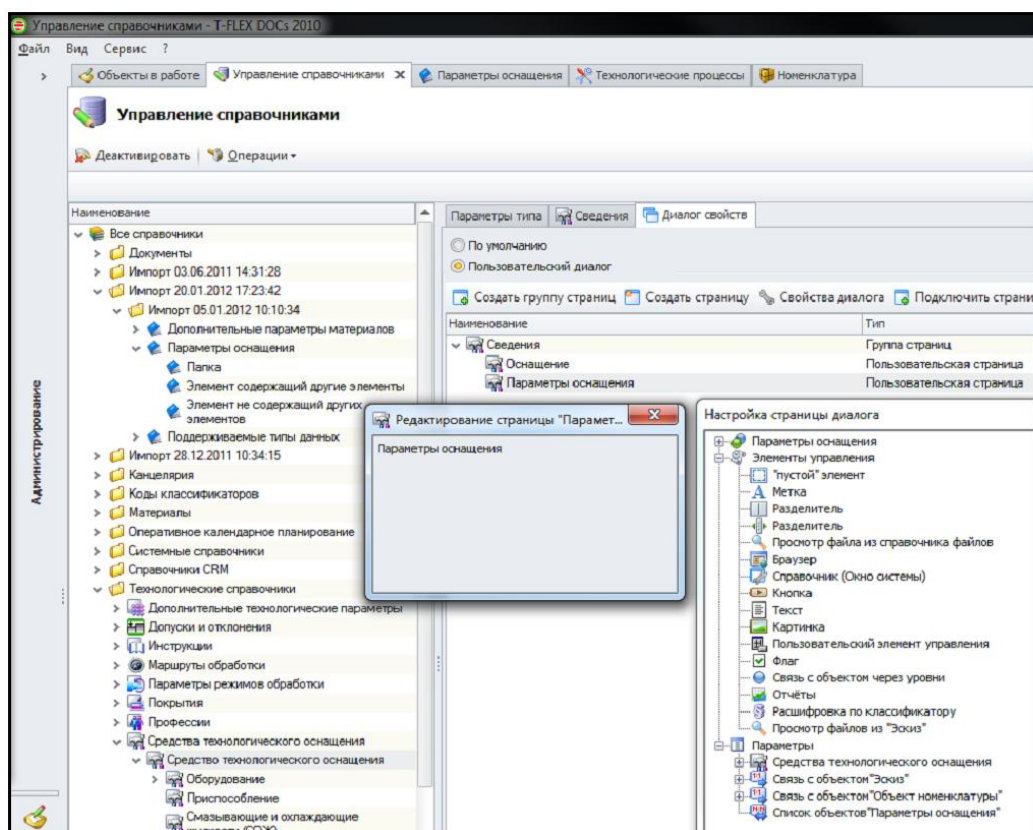

Рис. 104 Настройка диалога свойств справочника «Средства технического оснащения»
2. Для «Средств технологического оснащения» настроим диалог «Параметры оснащения» (рис. 104).